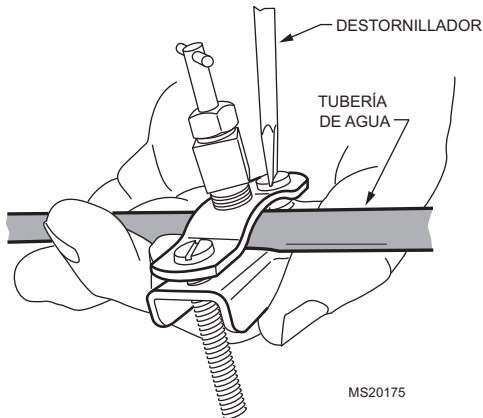

Fig. 6. Instalación de la válvula de asiento.
2. Utilice la válvula de montura autoperforante que se incluye para insertar en la tubería de agua en la ubicación elegida. Consulte la Fig. 6. Si utiliza un tubo galvanizado, purgue la tubería y pretaladre 3/16 in (4.8 mm) para la válvula de montura.